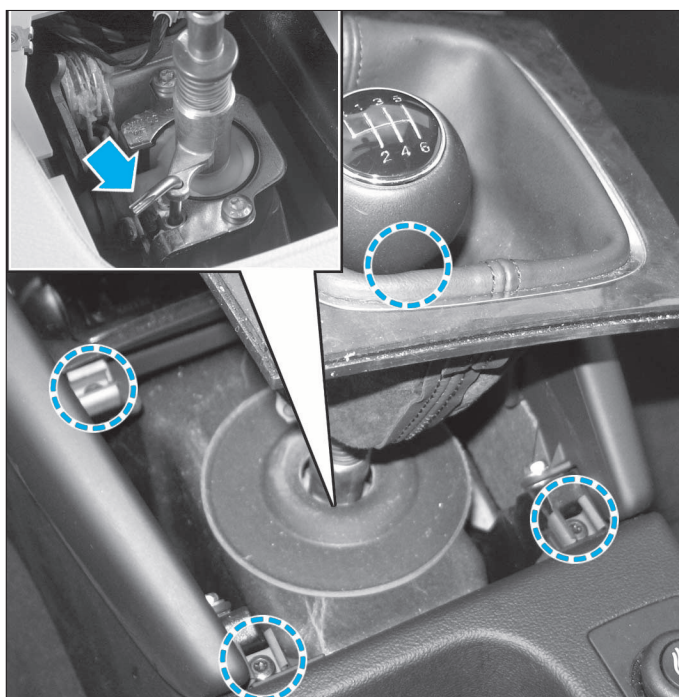

FIG. 15
- Dégrafer l'enjoliveur de levier de vitesses et le rabattre vers le haut (Fig.15).